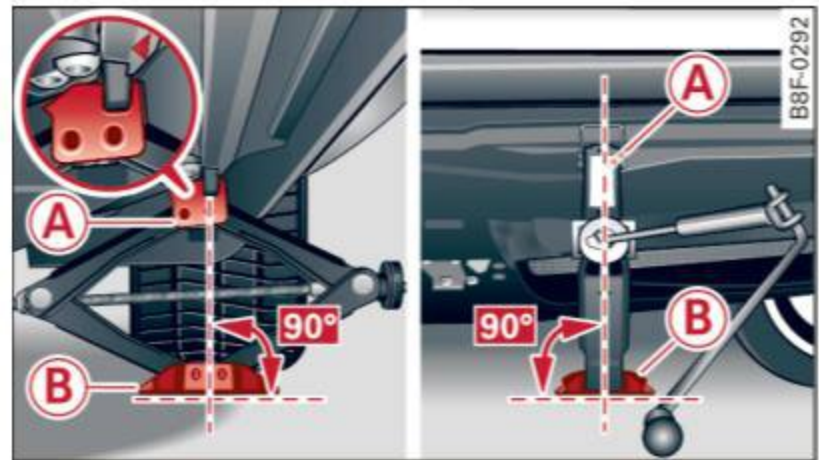

Fig. 196 Seuil : position du cric
- ▶ Tournez le **cric du véhicule** situé sous le point de levage sur le seuil pour lever le cric jusqu'à ce que la mâchoire ⇒ fig. 196 A couvre **l'encoche** sur le véhicule ⇒ ⚠ ⇒ ! ▶
- ▶ Aligner le cric du véhicule pour que la mâchoire (A) couvre l'encoche et que la plaque de base (B) est à plat sur le plancher. La plaque de base (B) doit être *verticale* sous le point de levage (A).